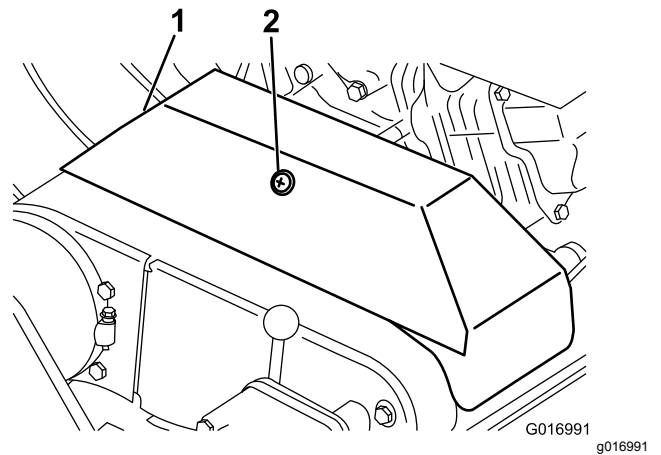

Figure 41
2. Desserrez la fixation du couvercle de la courroie trapézoïdale et ouvrez le couvercle (Figure 41).